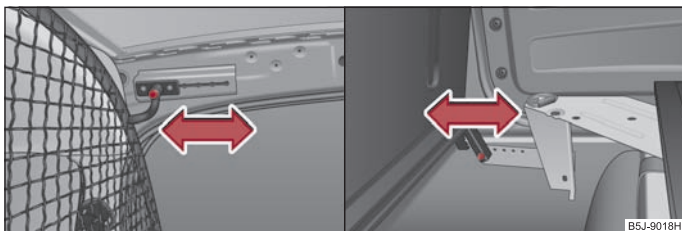

Abb. 177 Obere Aufnahme / untere Aufnahme der Sicherheitstrennwand
- Schrauben Sie auf jeder Seite im oberen Teil der Karosserie eine Schraube  $\Rightarrow$  Abb. 177 - links und im unteren Teil eine Schraube heraus  $\Rightarrow$  Abb. 177 - rechts.